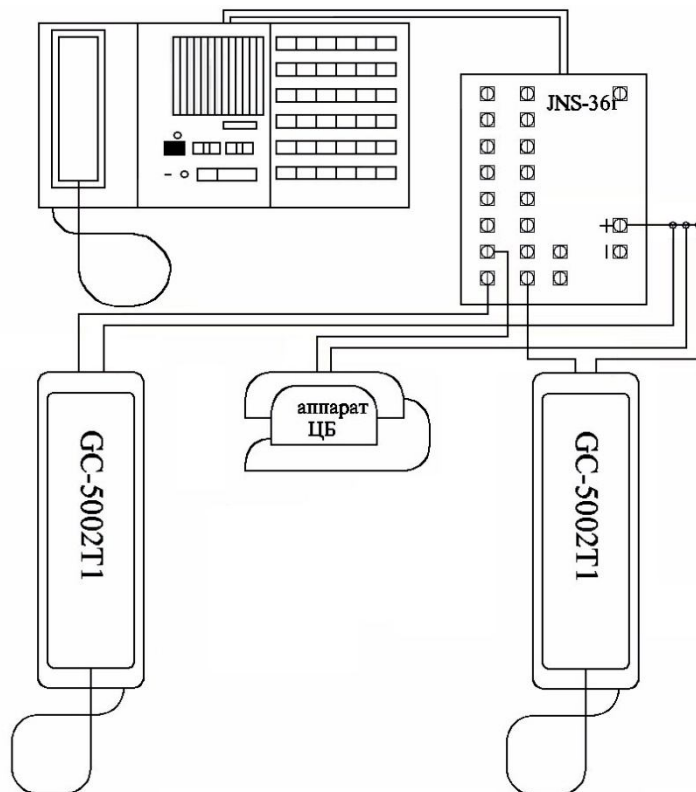

Рисунок 2. Общая схема подключения абонентских устройств к пультам
1.3. Абонентские устройства подключаются по двухпроводной схеме (см. рис.2).